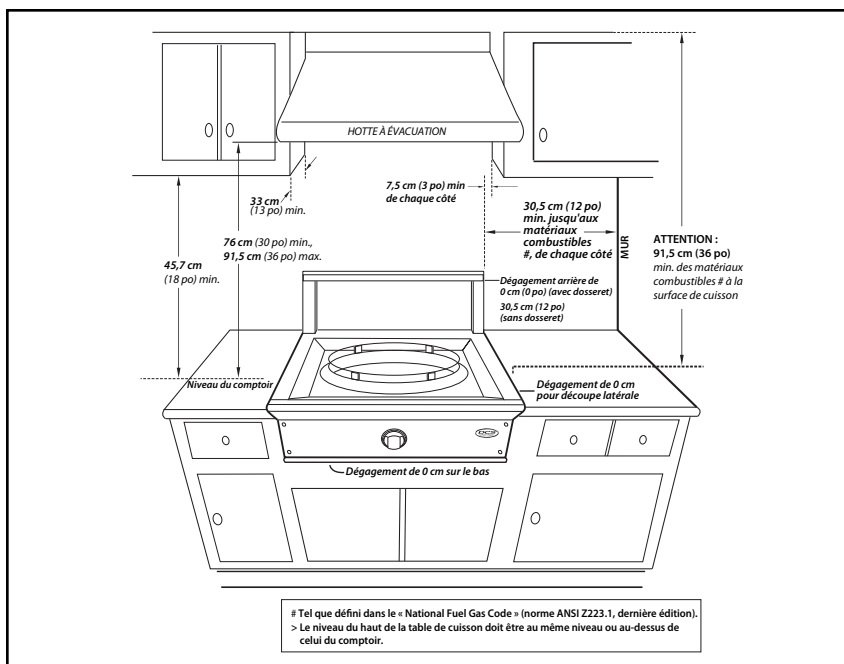

Fig. 1
2. Les dégagements indiqués à la fig. 1 sont obligatoires pour l'installation de la table de cuisson pour wok et des dossierets.